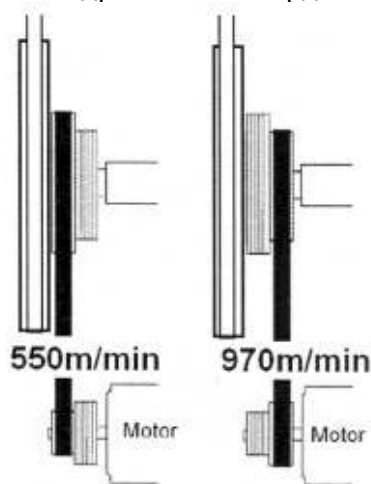
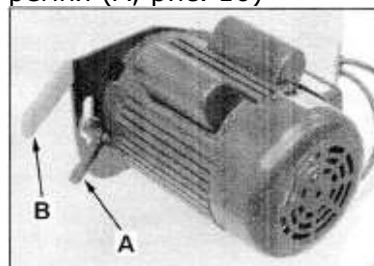

Рис. 15
Рис. 16
7.5 Регулировка скорости движения ленточного полотна (JWBS-18Q, JWBS-20Q) (рис. 15).
Изменение скорости движения полотна (рис. 16)
Отключите станок от источника эл. питания. Ослабьте ручку, регулирующую натяжение ремня (A, рис. 16)
Возьмитесь за ручку (B, рис.16), приподнимите её вверх и другой рукой закрутите ручку (A, рис.16). Переставьте ремень на шкивах (рис. 15), затем снова ослабьте ручку (A, рис.16). Ручку (B, рис.16) надавите вниз с небольшим усилием и не отпускайте пока другой рукой не закрутите ручку (A, рис.16)